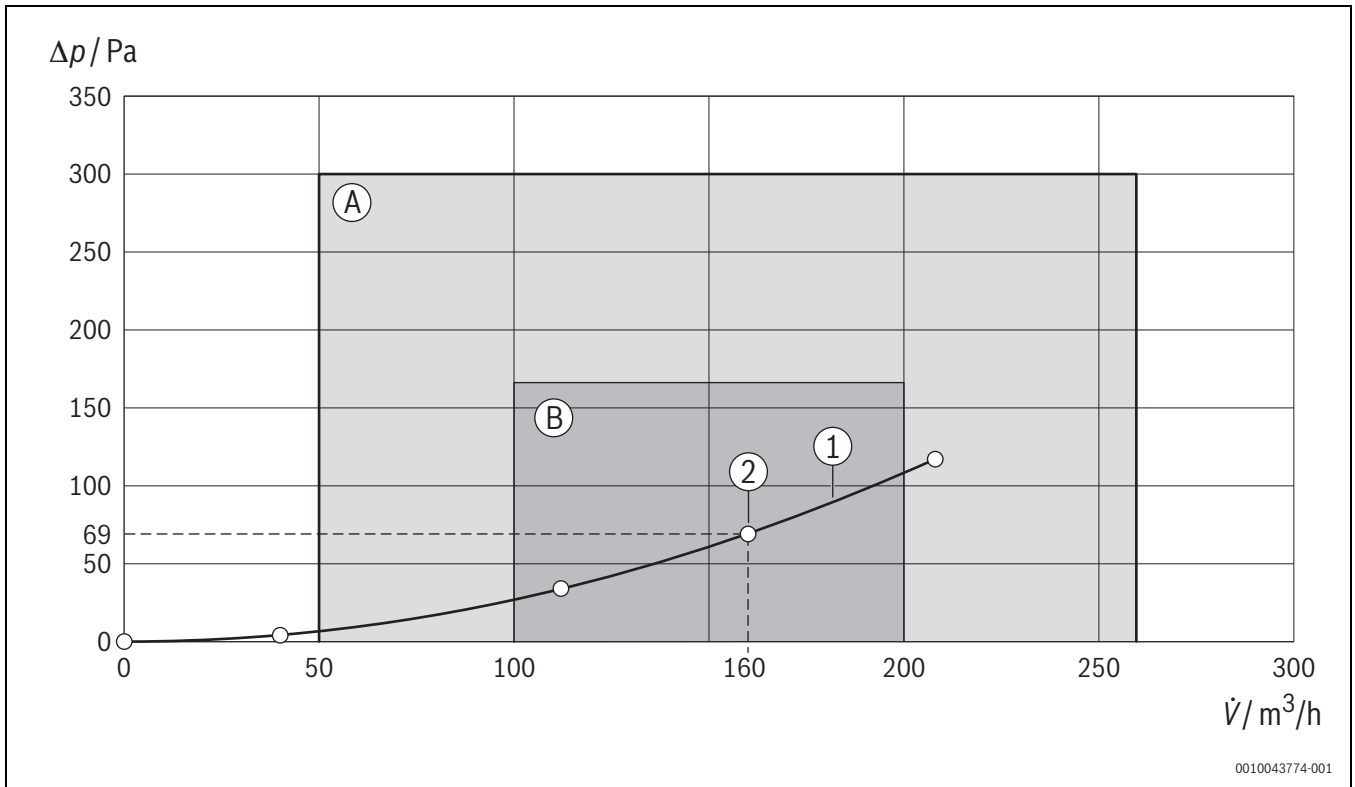

Bild 233 Kennlinien Druckerhöhung/Volumenstrom V5001C 260
Für das ausgewählte Gerät V5001C 260 ergibt sich mit einem Volumenstrom von 160 m³/h eine Betriebseinstellung auf die Lüftungsstufe 3 (→ (2) in Bild 233 mit Kennlinie für die Nennlüftung). Die elektrische Leistungsaufnahme des Gerätes ist aus Bild 36 (→ Seite 28) zu entnehmen. Die Leistungsaufnahme der Regelung ist dabei berücksichtigt.